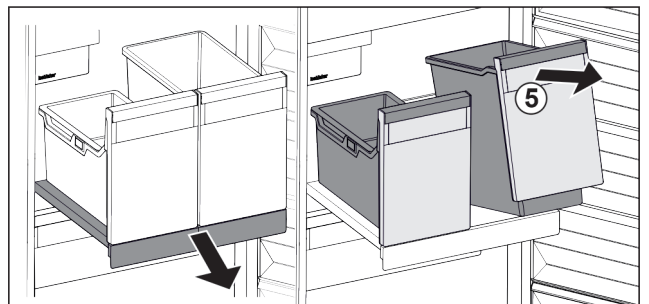

Fig. 22
- ▶ Bak Fig. 22 (5) aan voorzijde optillen.